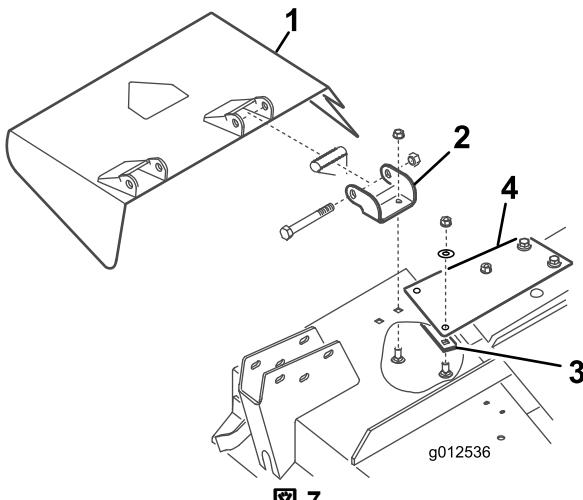

図 7
1. デフレクタマウントをピボットブラケットに固定しているボルト本、ロックナット、スプリングを外す(図7)。デフレクタを取り外す。
2. ピボットブラケットをハウジングに固定しているキャリッジボルトとフランジナットを外す図7。ピボットブラケットを取り外す。外したボルト類は将来に備えて保管する。
3. 補強プレートをハウジング下側に、また、スティフナプレートをハウジング上部に固定しているキャリッジボルト2本、平ワッシャ、ロックナットを外す図7。